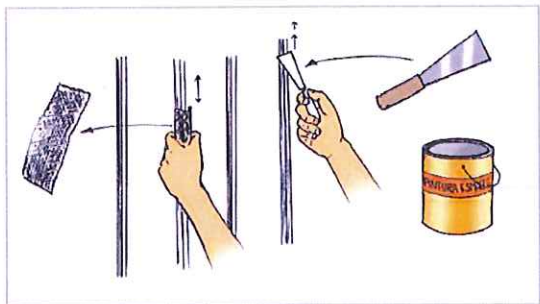

Fig. 4
1. Con una lija para metal sacar la pintura antigua; posteriormente rasquetear con la espátula y retirar todo el material sobrante, debiendo quedar completamente limpia la superficie a pintar (Fig.4)